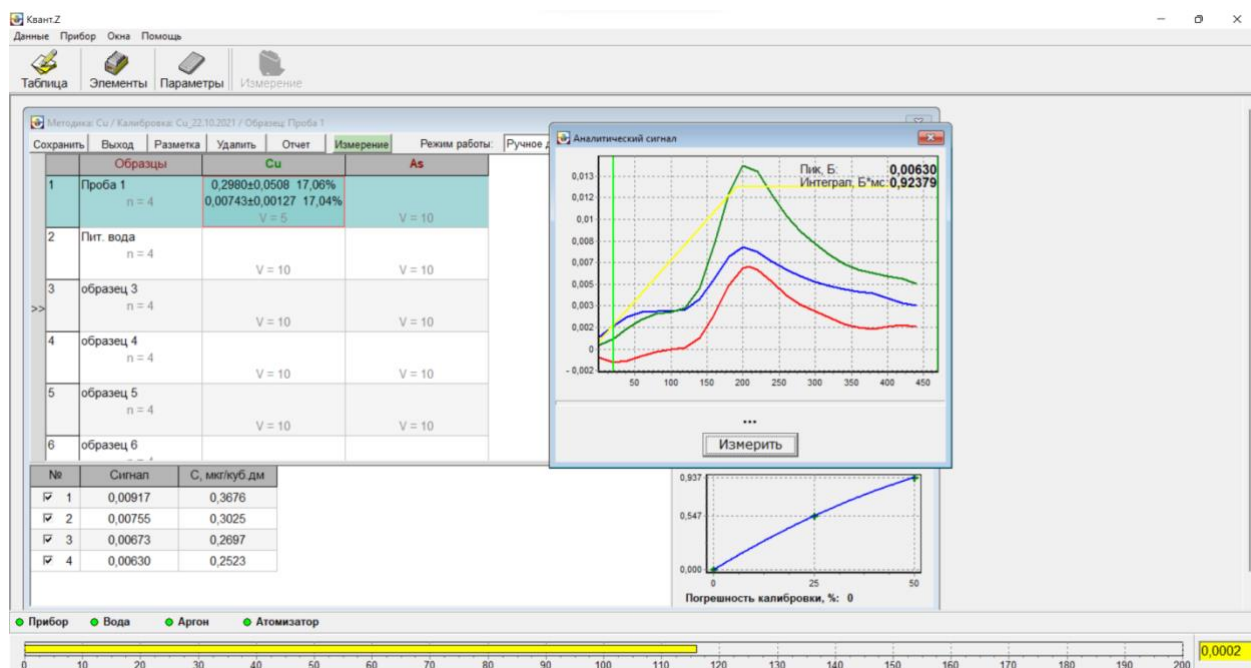

Рис. 31П – Итоговая индикация результатов определения Cu в пробе «Проба №»
- 3.7.12** После проведения заданного числа ($n=4$) измерений концентрации элемента (Cu) в указанной пробе (Проба №) окно «Аналитический сигнал» закроется, в соответствующей активной ячейке таблицы отобразятся средние арифметические значения концентрации и аналитического сигнала и значение относительного среднего квадратического отклонения результатов измерения концентрации (Рис. 31П). В нижней части окна будут отображены результаты параллельных измерений аналитического сигнала и концентрации.